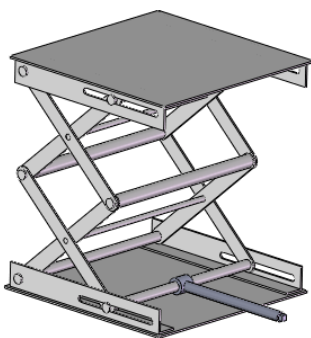

图 10-64 需进行分析的升降台
(2) 使用提供的素材文件, 结合本章所学知识, 完成如图 10-64 所示有限元分析, 观察在受到 500N 压力下, 底部杆的受力情况。